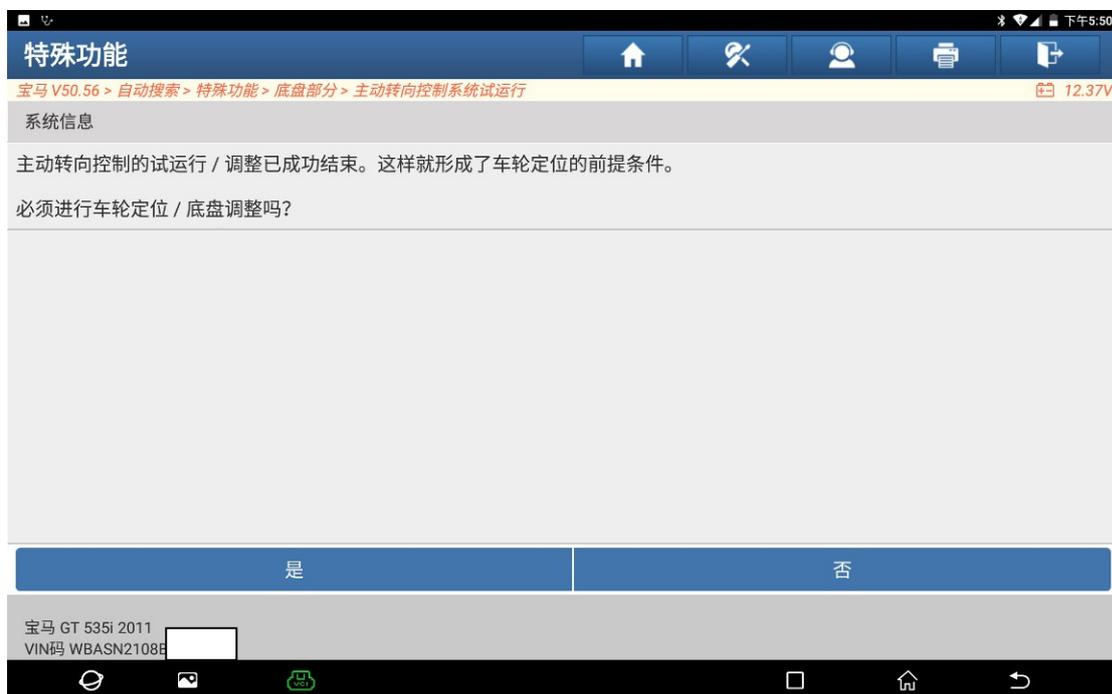

图 20
20. 主动转向控制的试运行/调整已成功结束。不需进行定位/底盘调整选择否。如图 20: